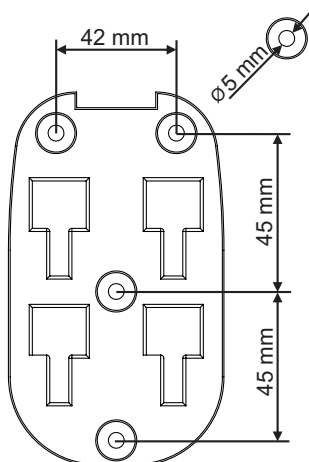

figura 1
Use la pieza (1) para marcar los puntos de fijación a la pared. Tenga en cuenta las dimensiones entre los agujeros y los diámetros marcados en la figura 1. Realice los taladros e inserte las fijaciones. Atornille la pieza a la pared. Asegúrese de usar tornillos y fijaciones adecuadas. En caso de duda, consulte con una persona cualificada.